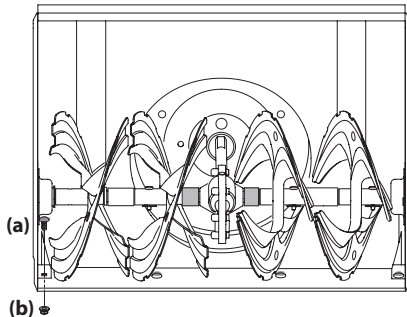

Figura 4-2
3. Extraiga los pernos de carro (a) y las tuercas hexagonales (b) que la sujetan a la caja de la barrena. Consulte la Figura 4-2.
4. Vuelva a montar la placa de raspado nueva, asegurándose de que las cabezas de los pernos de carro estén orientadas hacia el lado interior de la caja. Ajuste firmemente. Consulte la Figura 4-2.